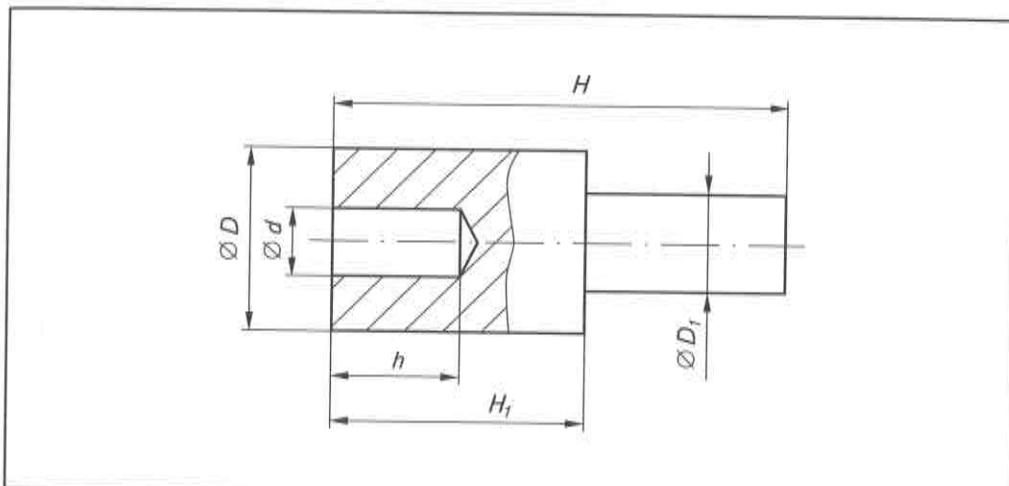

Рис. 66. Эскиз детали «ступенчатый валик» (к п. 1-3)
1. Выполните в рабочей тетради эскиз выданного учителем ступенчатого валика (рис. 66).